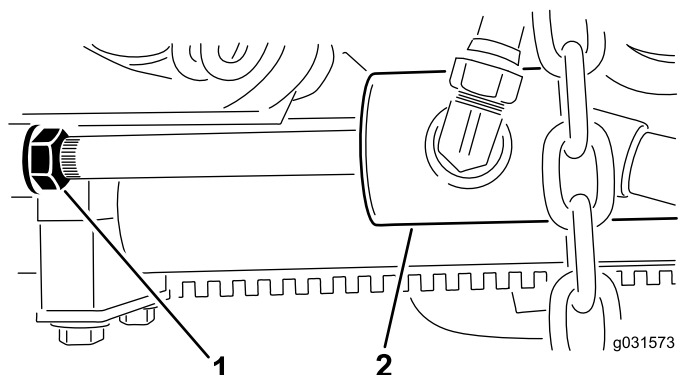

Figura 13
- B. Solte a porca de bloqueio no cilindro (Figura 13).